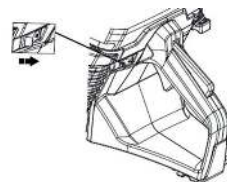

Рис. 25
8. Двигатель выключается переводом выключателя зажигания в положение «о» (рис. 25).